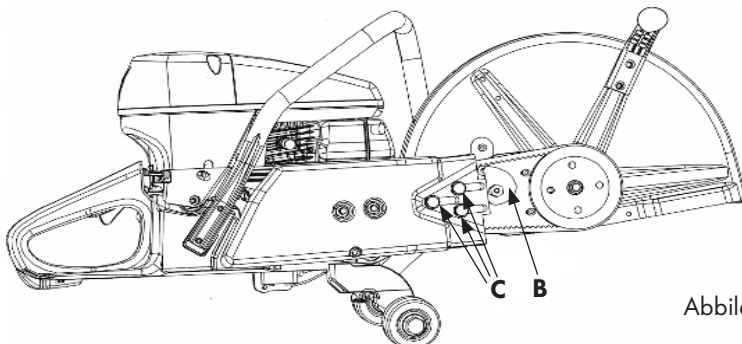

Abbildung 16
- Drehen Sie die Klemmschraube (B) so, dass sich die Mutter (C) direkt unter dem Pfeil auf dem Deckel befindet, Abb. 16.
- Ziehen Sie die beiden Schrauben (A) fest an.